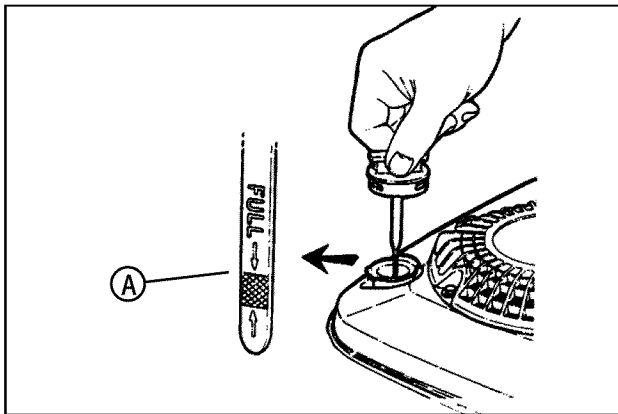

Figura 2: Revisión del aceite del motor
4. Revise el aceite de motor y agregue según sea necesario para llevar el nivel hasta la marca de Lleno (A, **Figura 2**). Consulte el Manual del Propietario del Motor para averiguar las especificaciones del aceite.